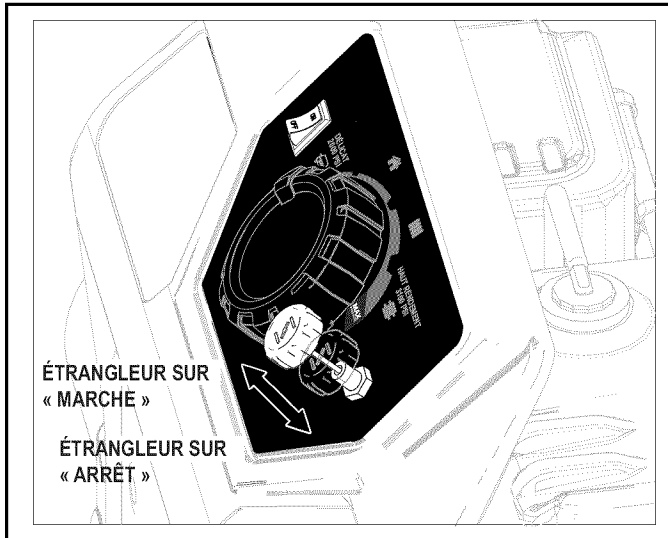

Figure 5-6. Bouton de l'étrangleur
- Lors du démarrage du moteur, poussez lentement sur le bouton de l'étrangleur jusqu'à la position « ARRÊT » (« OFF ») pendant que le moteur chauffe. Si le moteur faiblit, tirez sur le bouton de l'étrangleur jusqu'à ce qu'il atteigne la position « MARCHÉ » (« ON »), puis poussez-le jusqu'à la position « ARRÊT » (« OFF ») (Figure 5-6).